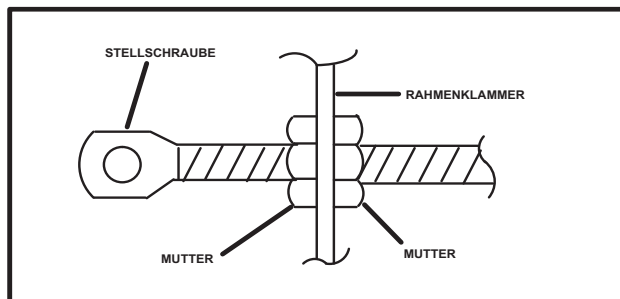
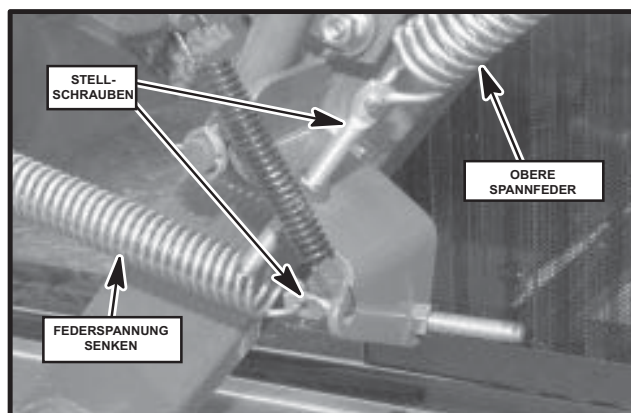
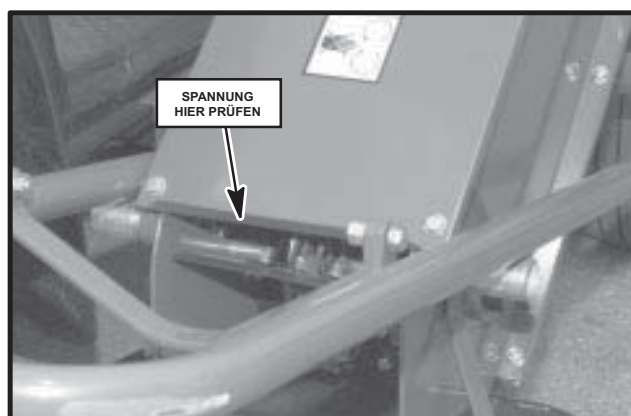

Abbildung 45
Abbildung 46
Abbildung 47
2. Stellen Sie die untere Spannfeder (siehe Abb. 46) mit der Stellschraube so ein, dass der Abstand auf jeder Seite der Rahmenklammer wie gezeigt gleich ist. Befestigen Sie sie in dieser Position mit Muttern (siehe Abb. 45).
3. Stellen Sie nun die Stellschraube der oberen Feder ein (siehe Abb. 46), bis zum Anheben des unteren Endes der Fördervorrichtung auf einer Federwaage 30 bis 40 Pfund erreicht werden (siehe Abb. 47).